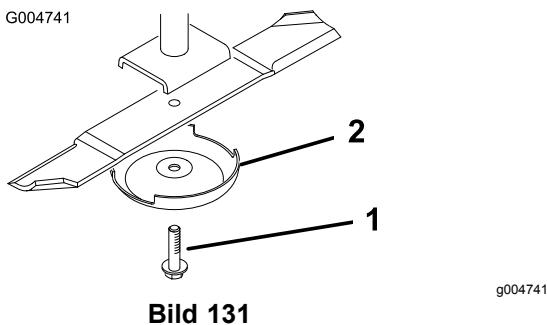

Bild 131
4. Halten Sie das Ende des Messers mit einem dicken Handschuh oder Tuch fest und entfernen Sie die Messerschraube, Antiskalpiercuppe und das Messer von der Spindelwelle (Bild 131).